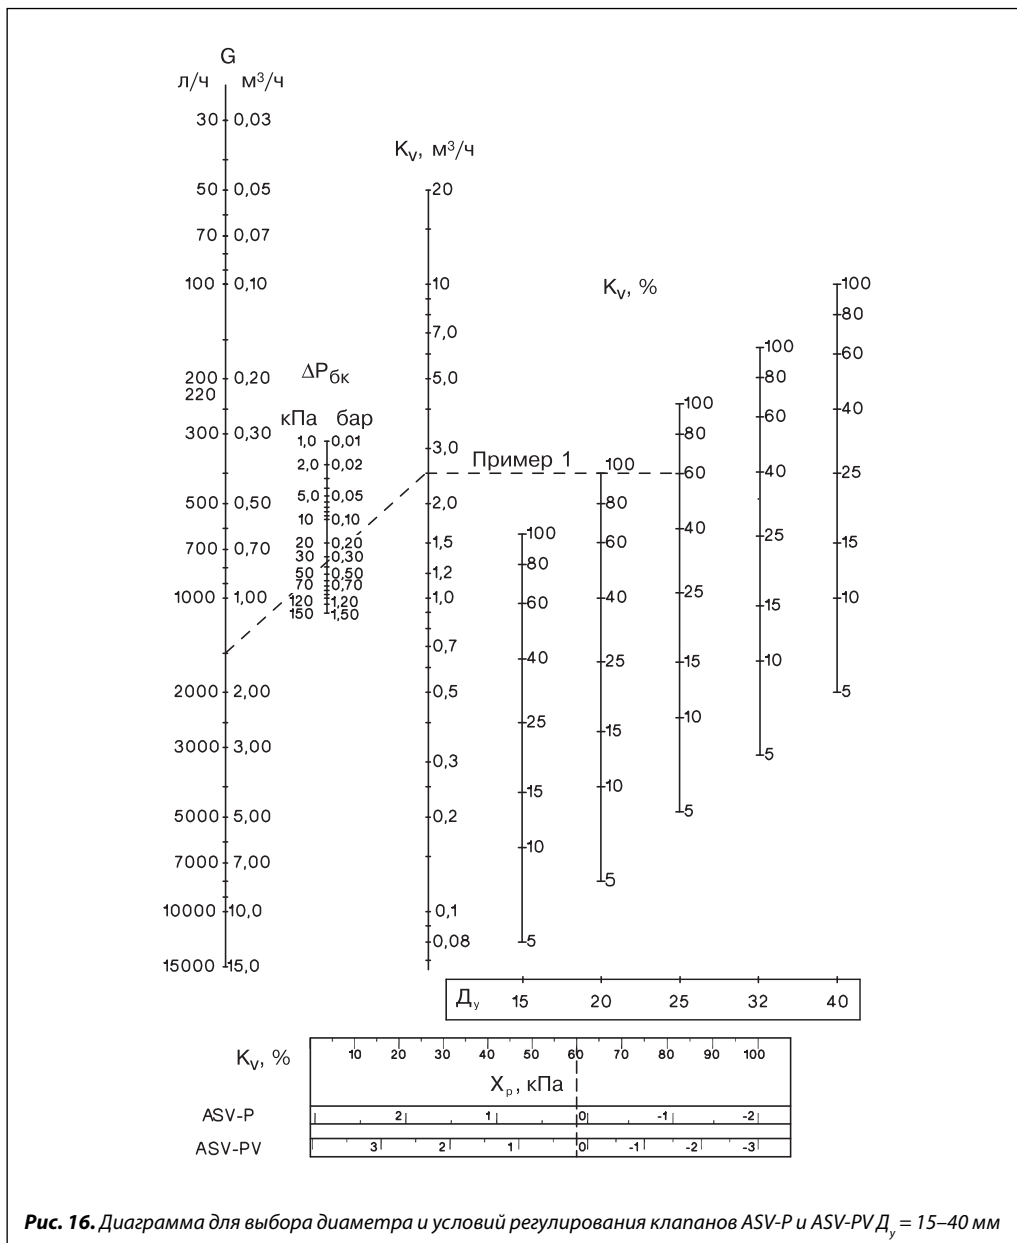

Рис. 16. Диаграмма для выбора диаметра и условий регулирования клапанов ASV-P и ASV-PV $D_y = 15-40$ мм
6. Условия работы клапана определяются на диаграмме на рис. 16 (стр. 19). Для этого точка $1,5 \text{ м}^3/\text{ч}$ на шкале расхода G соединяется линией с точкой 0,36 бар на шкале потерь давления в балансировочном клапане $\Delta P_{\text{бк}}$. Затем линия продлевается до шкалы K_v , где читается требуемая пропускная способность клапана ASV-PV, равная $2,5 \text{ м}^3/\text{ч}$. Далее от этого значения K_v проводится горизонтальная линия до пересечения с вертикальной шкалой значений K_v в % для клапана принятого диаметра $D_y = 25 \text{ мм}$, где степень его открытия составляет 60%. На шкале внизу диаграммы напротив величины K_v в % можно найти величину зоны пропорциональности $X_p = 0,2 \text{ кПа}$ (0,002 бар) для выбранного клапана при заданных условиях работы.